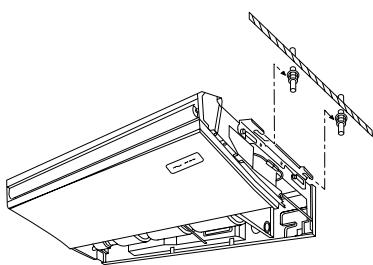

Fig. 3-6
1) Direkte ophægning af enheden (Fig. 3-6)